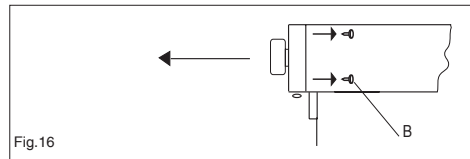

Fig. 16
- Per smontare il pannello di controllo, svitare le 4 viti interne (B) che fissano il pannello di controllo alla superficie del forno (fig. 16).